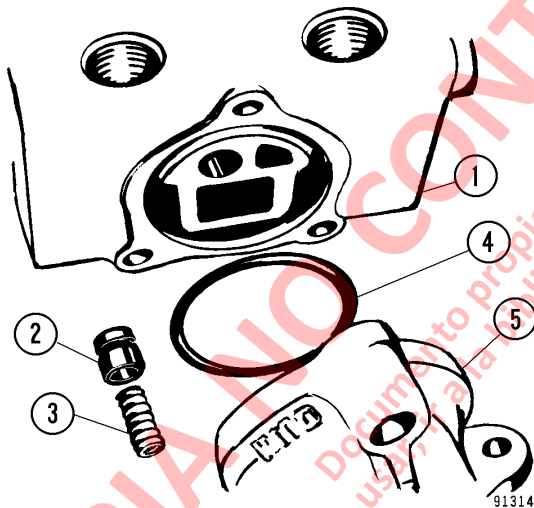

FIGURA 8-15. REENSAMBLE DE LA VÁLVULA PILOTO DE ELEVACIÓN
3. Instale el cabezal móvil de retención (2, Figura 8-15) y el resorte (3) en la carcasa del carrete (1).
4. Instale una junta tórica nueva (4) en la carcasa del carrete. Ponga las carcasas de entrada y de salida en el carrete.